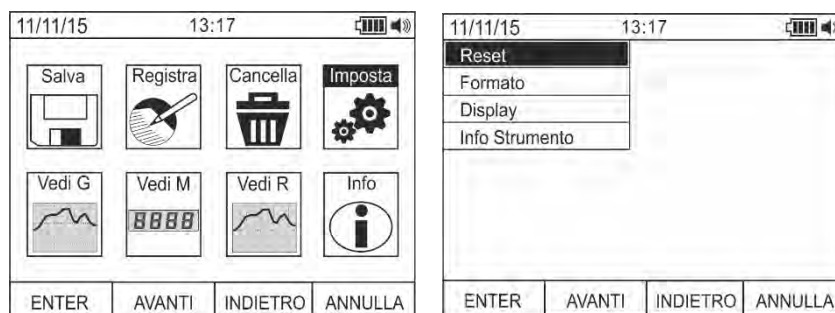

Abb. 13: Allgemeine Einstellungen des Gerätes
17. Benutzen Sie die **F2** oder **F3** Tasten zur Auswahl des Symbols “Einstellen” und drücken Sie die **F1** Taste (siehe Fig. 13 – linker Teil).